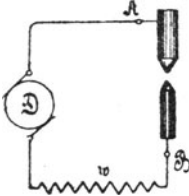

Fig. 30.
**110.** Gleichstrombogenlampen brauchen an ihren Klemmen A und B (Fig. 30) durchschnittlich 40 V Spannung, so daß die über-